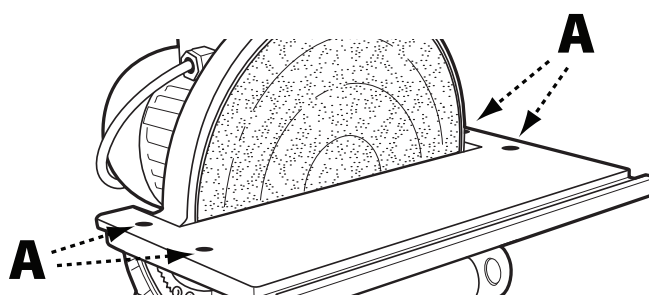

FIGURE 12
- En utilisant la clé à 6 pans fournie, desserrez les quatre vis (B) qui fixent la table aux tourillons, comme indiqué à la Figure 12.